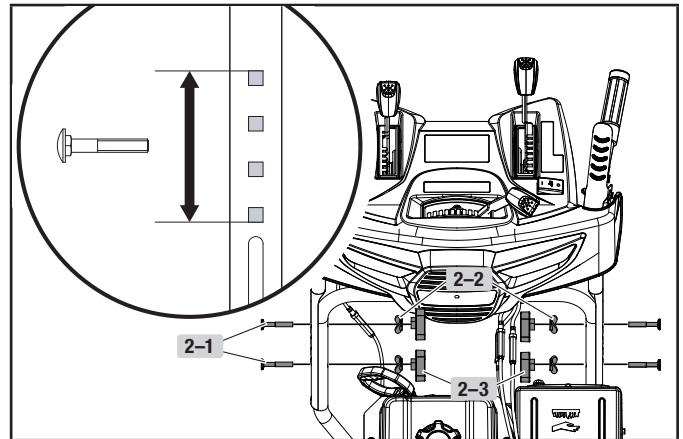

Figure 2
2. Connectez les parties supérieure et inférieure du guidon au moyen des boulons (2-1), des rondelles (2-2) et des molettes de verrouillage (2-3) (figure 2). La partie supérieure du guidon peut être ajustée sur 4 positions. Vous pouvez revenir plus tard et l'ajuster à une hauteur plus confortable.